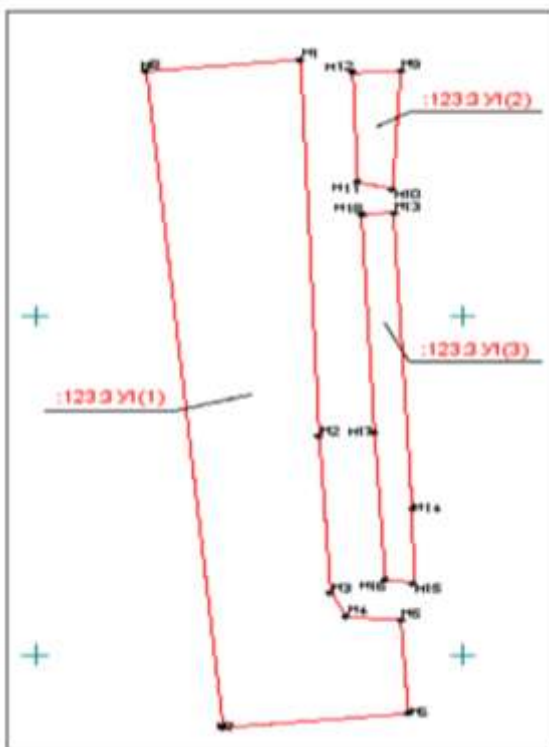

Рисунок 19– Окно с многоконтурным объектом 3У
8. При необходимости отредактируйте местоположение подписей объектов (кадастровые номера, номера точек поворота границы) с помощью команды **Межевой план/ Подпись/ Редактировать** (рис. 19).